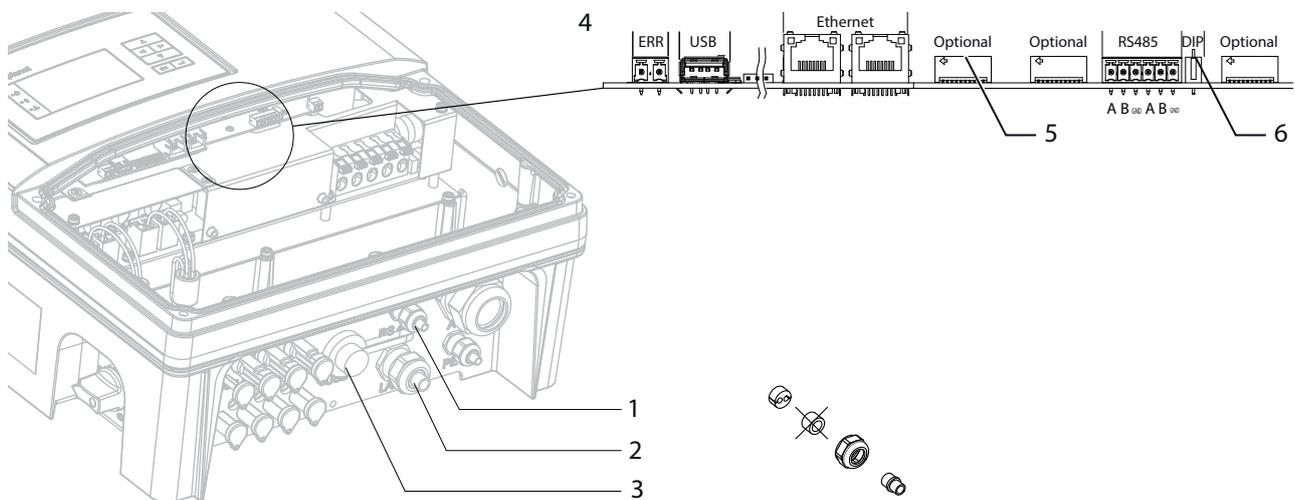

Bild 22: Anschlussbereich: Anschluss und Belegung der Schnittstellen
Alle Schnittstellen befinden sich auf der Anschlussplatine hinter dem Deckel für den Anschlussbereich. Verwenden Sie die vorgesehenen Kabelverschraubungen und Steckverbindungen (siehe Bild 22 auf Seite 24).
1. Deckel der Kabelverschraubung lösen und abnehmen (siehe Bild 22 auf Seite 24).
- ⌚ Beim Anschluss von DATA+ und DATA- die Aderpaarung beachten (siehe Bild 22 auf Seite 24).
1. Anschlusskabel an die vorgesehenen Anschlussklemmen anschließen (Bild 22).
- ☞ Abschlusswiderstand nur an der Kommunikationsplatine des Endgerätes über den DIP-Schalter aktivieren. (Siehe Bild 22 auf Seite 24)